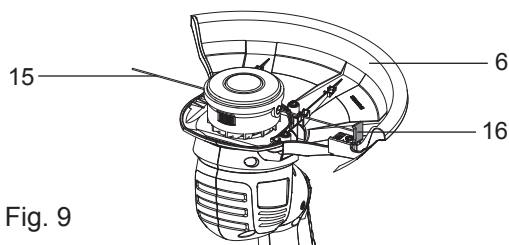

Fig. 9
- > La guarda de protección (6) incorpora una cuchilla (16) diseñada para cortar el hilo de corte (15) y mantenerlo a su longitud ideal (Fig. 9).